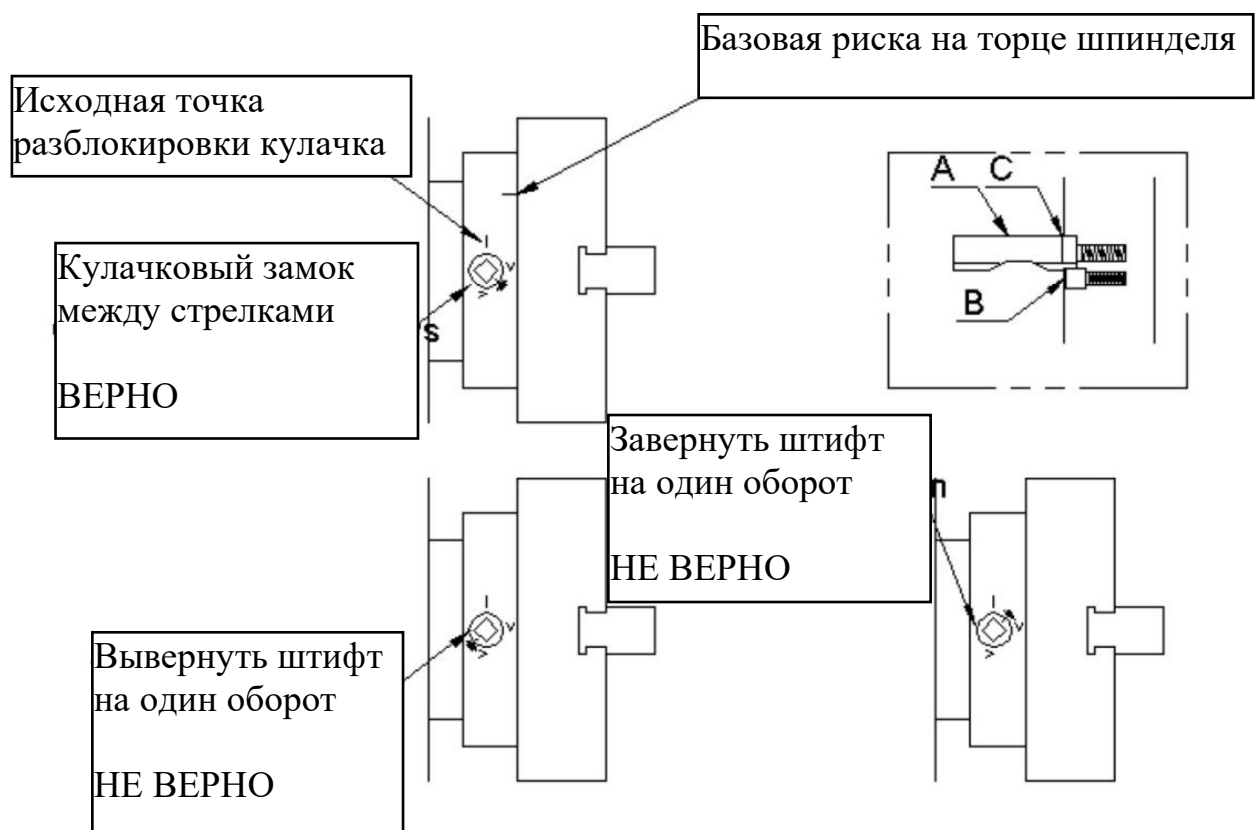

Рис. 10
- Если риска выходит за пределы зоны (см. рис. 10):